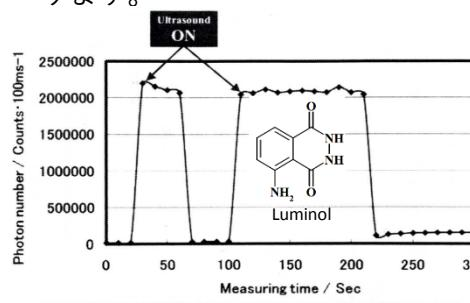

図3 ルミノールのアルカリ水溶液からの化学発光
- ルミノールのアルカリ溶液に、2.4 MHzの超音波を照射し、暗箱内で発光を観察しました（図3）。超音波を照射するとルミノールと反応する過酸化水素が生成され、超音波照射時のみ化学発光が観察されることが分かります。